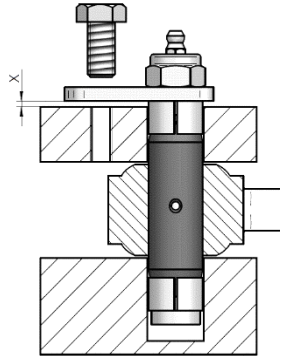

Abb. 2.1
- (1) Extenderbolt in Lagerstelle positionieren
- (2) Lasche mit Schraube sichern (Abb. 2.1), Hierbei gilt: Nicht anziehen, so dass $X > 0$
- (3) Mutter auf Anziehdrehmoment festziehen